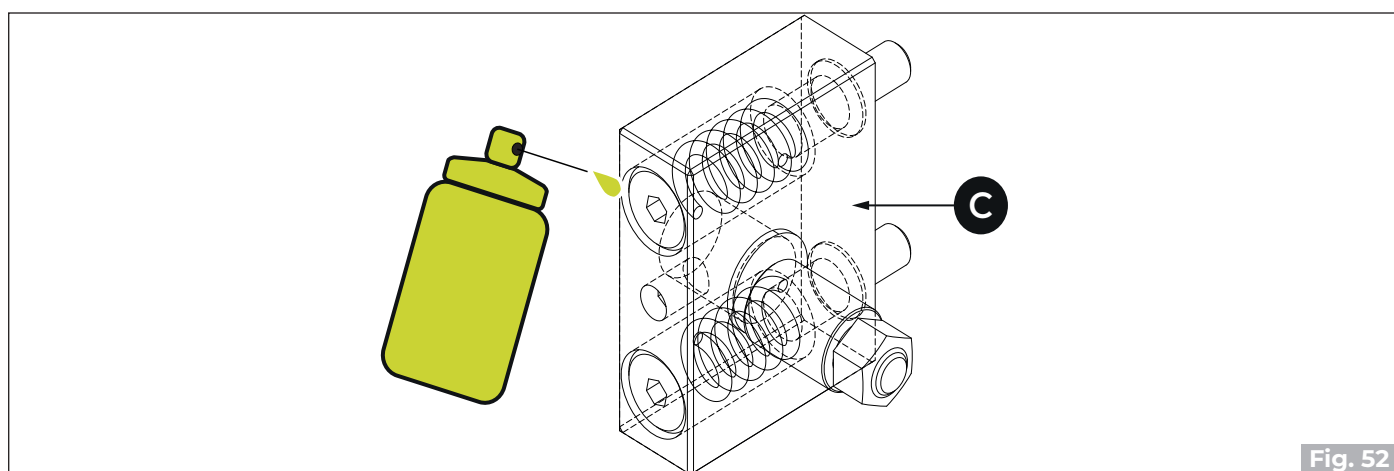

Fig. 52
Kako bi se osigurao ispravan i siguran rad vrata ložišta, potrebno je podmazati opruge mehanizma za zatvaranje koji se nalaze unutar bloka (C). U tom slučaju treba upotrijebiti mazivo u spreju oko glave vijka kako bi mazivo došlo do opruge (**Fig. 52**).